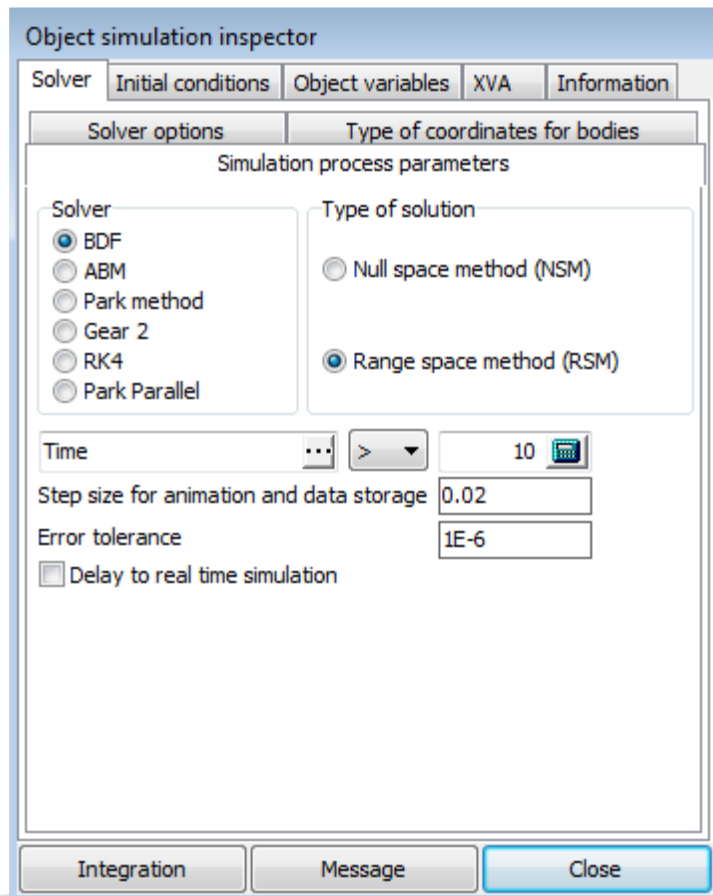

图 1.15 仿真控制界面
1. 选择菜单 **Analysis | Simulation**，弹出 **Object simulation inspector** 仿真控制界面，如图 1.15 所示。